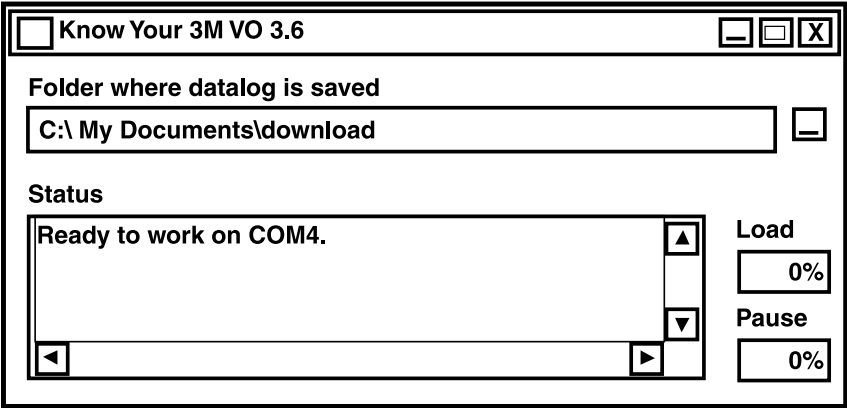

Fig. 35
- 1. Abra o Programa de Software Data Manager do Detector Série 740 (Fig. 35).